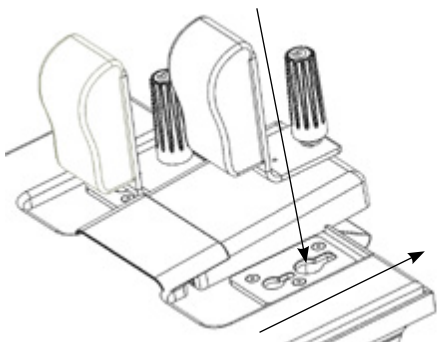

Figure 1
- Des tiges dépassent de la base des appuis épaules. Elles se fixent dans la plaque et maintiennent les appuis épaules en place. Abaissez les appuis épaules pour engager les tiges dans les encoches de la plaque du chariot. Faites glisser les appuis épaules en direction opposée au coussin du chariot jusqu'à les verrouiller en position. Voir figure 1.